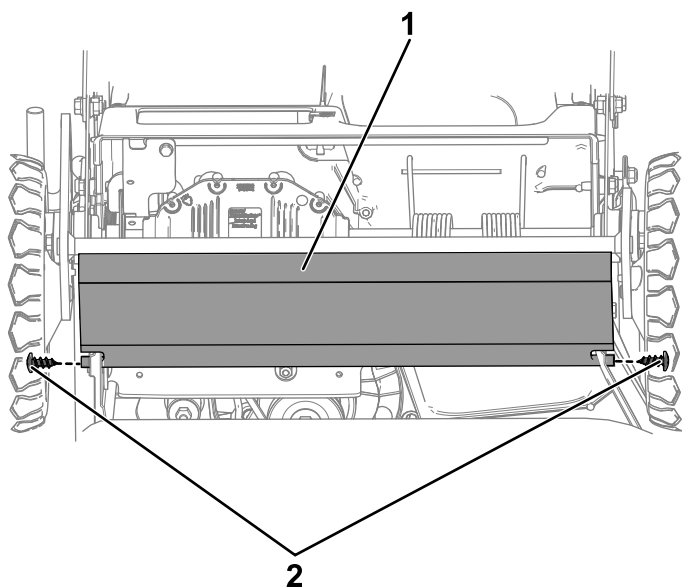

Figura 37
7. Retire el protector de arrastre retirando los 2 pernos que lo sujetan en su sitio (Figura 37).